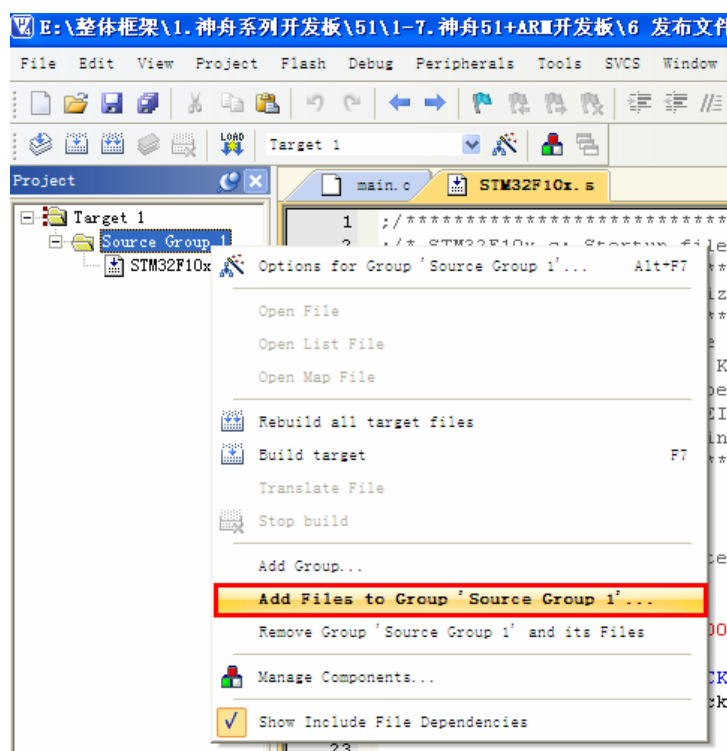

图 4-17 添加新建的 main.c 文件到工程中
7. 新建一个 main.c 文件存放在路径: 神舟 51+ARM 之 STM32F103C8T 开发板模板工程 \Project\下, 然后按照以下图标操作过程把 main.c 文件添加到工程里如图 4-17、4-18 所示: